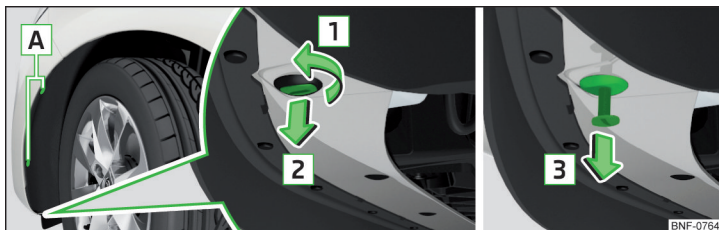

Fig. 145 Demontarea capitonajului pasajului roții
- Cu șurubelnița din trusa de scule deșurubați șuruburile **A** » fig. 145 din capitonajul pasajului de roată.
- Introduceți partea de nit expandabil prevăzută cu fantă în sens contrar săgeții **2** și rotiți-o cu 90 grade în sens contrar săgeții **1** » fig. 145.